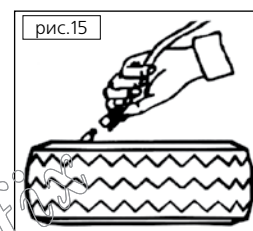

рис.15
2. Соедините насос с воздушным клапаном на колесе (**Рис. 15**).